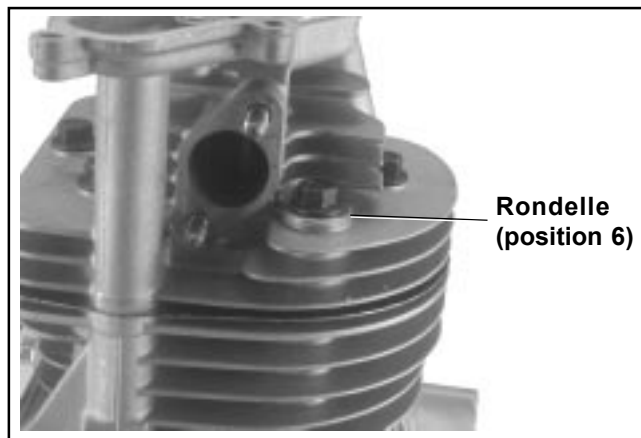

Figure 10-35. Installation des fixations de la culasse.
5. Installer la culasse et les six vis hexagonales à brides. Installer la rondelle épaisse sur la vis la plus proche de la soupape d'échappement. Voir la Figure 10-35.